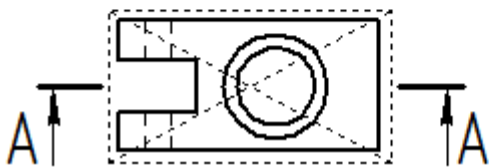

Рис. 7
- щелчком ЛКМ создайте разрез А–А. После этого система сделает его текущим (рис. 7). В случае неточного построения воспользуйтесь командой  – отменить и выполните построение еще раз;